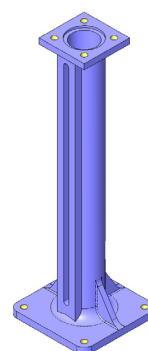

Fig.5
- Colonne de manœuvre droite (fig. 5)